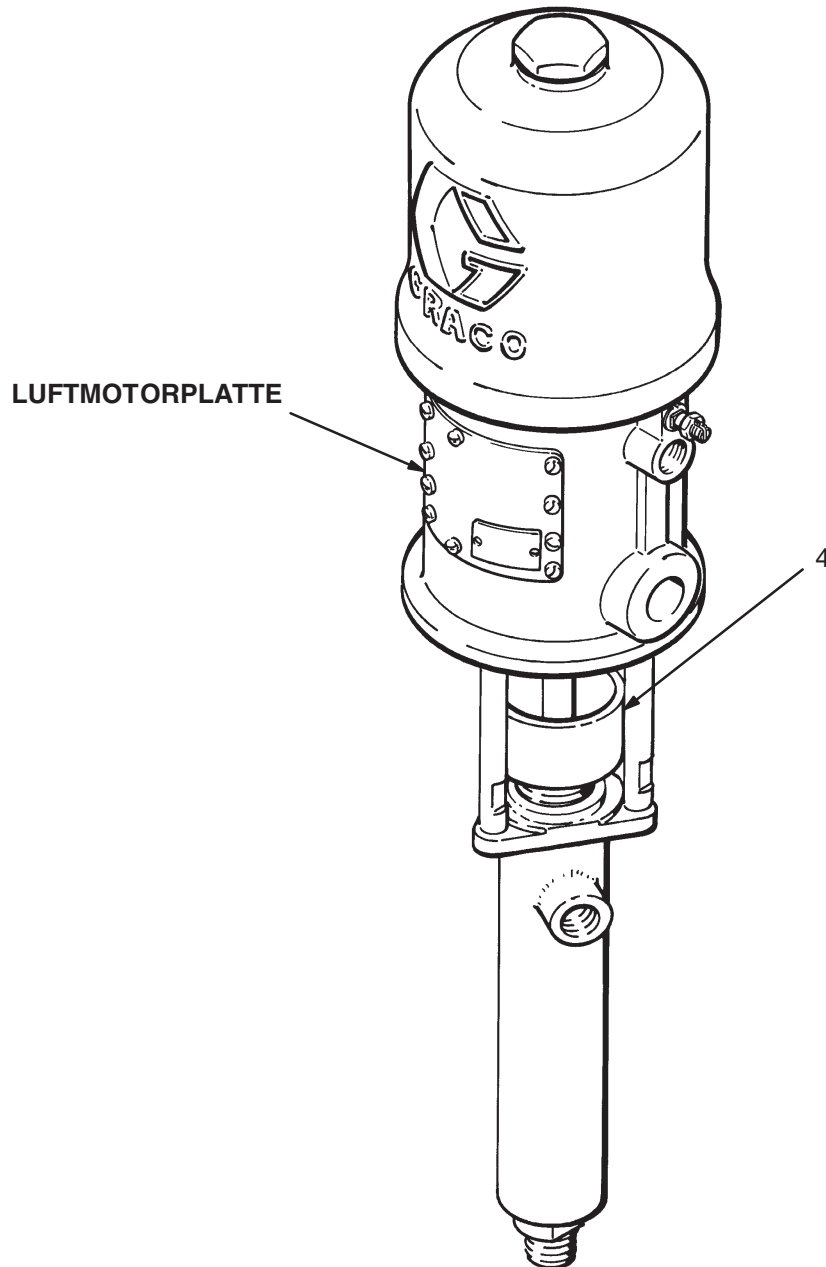

Abb. 2
Bewegliche Teile können Finger oder andere Körperteile quetschen oder abtrennen. Der Kolben des Luftmotors (hinter den Luftmotorplatten) bewegt sich, wenn dem Motor Luft zugeführt wird. Siehe Abb. 2. Daher niemals die Pumpe ohne Luftmotorplatten betreiben.
Die Packungsmutter/TSL-Tasse (4) mit Graco TSL-Flüssigkeit oder einem verträglichen Lösemittel gefüllt halten, um die Lebensdauer der Packungen zu verlängern. Die Packungsmutter wöchentlich mit dem im Lieferumfang enthaltenen Schlüssel so einstellen, daß sie gerade fest genug sitzt, um Leckagen zu vermeiden; Packungsmutter jedoch nicht zu fest anziehen. Siehe Abb. 2. Vor dem Einstellen der Packungsmutter stets die Schritte im Abschnitt **Druckentlastung** ausführen.